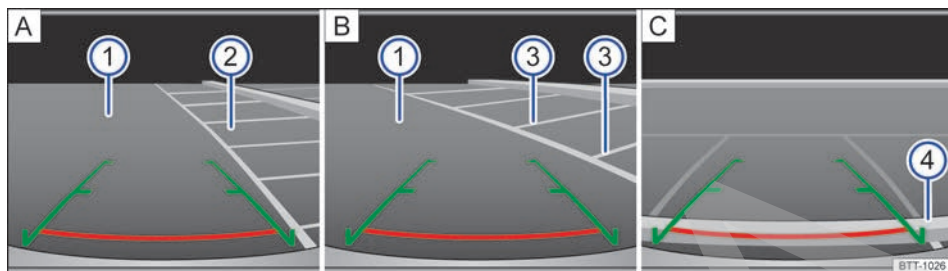

Fig. 147 Visualización en la pantalla del sistema de infotainment: aparcando con el asistente de marcha atrás.
Leyenda de la representación esquemática fig. 147:
2.	Sitúe el vehículo delante del hueco de aparcamiento ② ⇒ fig. 147 A .
4.	Retroceda lentamente a la vez que gira el volante de manera que las líneas laterales verdes se introduzcan entre las líneas de delimitación del hueco de aparcamiento seleccionado ③ B . Tenga en cuenta el siguiente mensaje: ¡Compruebe la trayectoria! ⇒ en Introducción al tema de la pág. 209.